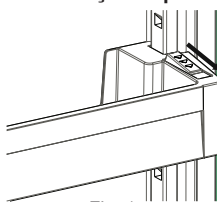

Fig. 1
**Pentru a modifica poziția raftului Adapti-Lift:** mențineți partea inferioară al acestuia și trageți de butoanele aflate pe partea laterală în direcția săgeții (Fig. 1).